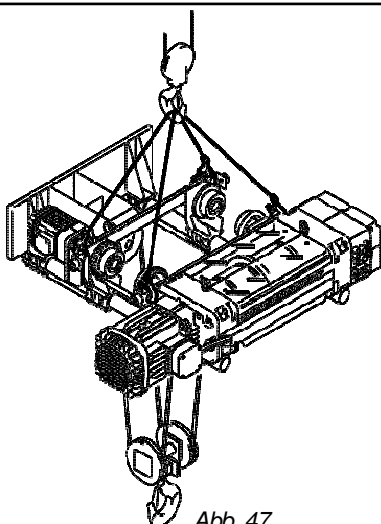

Abb. 47
- Lösen Sie die Einheit Katze/E-Zug von den Umschnürungen, die sie an die Palette binden, befestigen Sie die Schlingen an den angegebenen Anschlagspunkten (Abb. 47) und heben Sie die gesamte Einheit rund 1 m hoch.